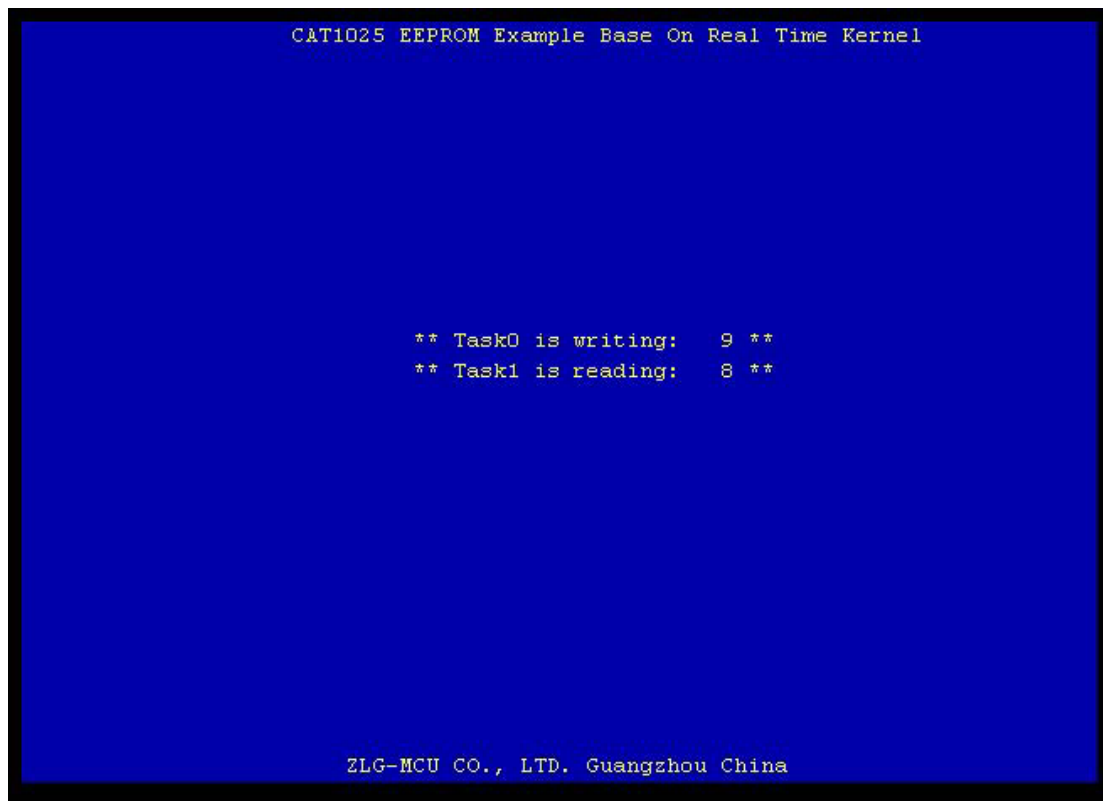

图 3.4 CAT1025 读写提示
(6) 选用DebugInExram 生成目标, 然后编译连接工程。
(7) 将SmartARM2200 教学实验开发平台上的跳线器JP6 短接。JP9 设置为OUTSIDE, JP10 跳线设置为Bank0-RAM、Bank1-Flash。
(8) 选择【Project】->【Debug】, 启动AXD 进行JTAG 仿真调试。
(9) 全速运行程序, 观察EasyARM 模拟DOS 窗口的提示, 见图 3.4。